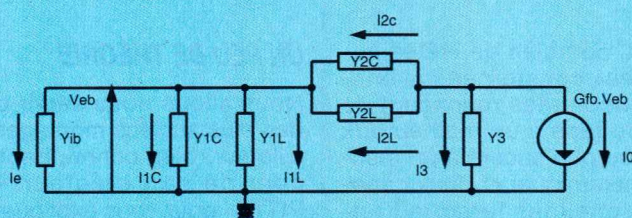

Figure 2
b) le schéma équivalent représentatif de cet ensemble est donné **figure 2**.